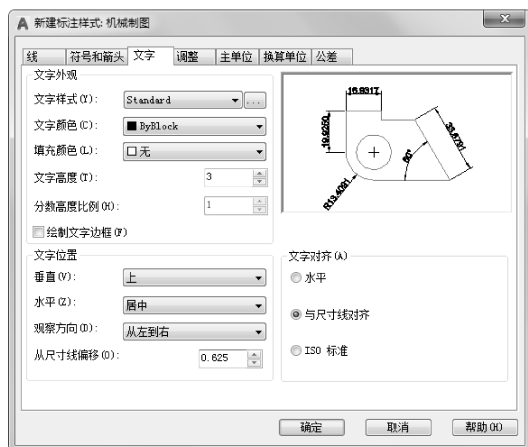

图 9-30 设置“文字”选项卡
(5) 在如图 9-30 所示的 “文字” 选项卡中, 设置 “文字高度” 为 “3”, 其他设置保持默认。